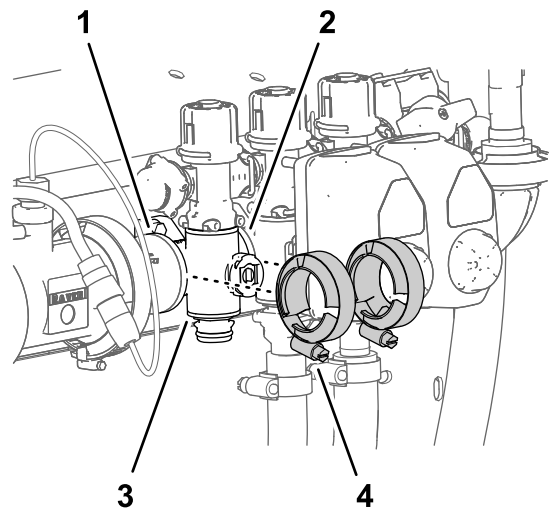

Figura 125
- Monte provisionalmente las bridas de fijación que retiró en Retirada del distribuidor de sección \(página 88\) en las bridas del distribuidor de la válvula de sección y las bridas de las otras válvulas de sección y/o adaptadores de acoplamiento (Figura 125).
7. Apriete las 2 bridas de fijación a mano (Figura 125).